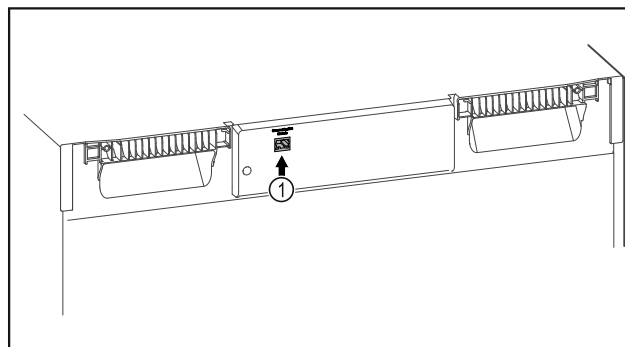

Fig. 97
- SmartModule Fig. 97 (1) inserito.